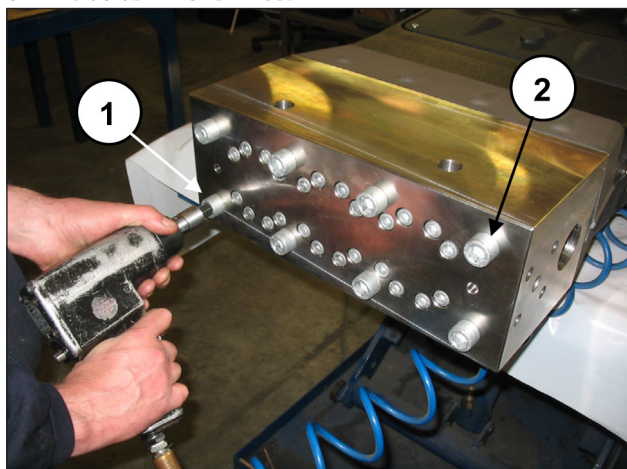
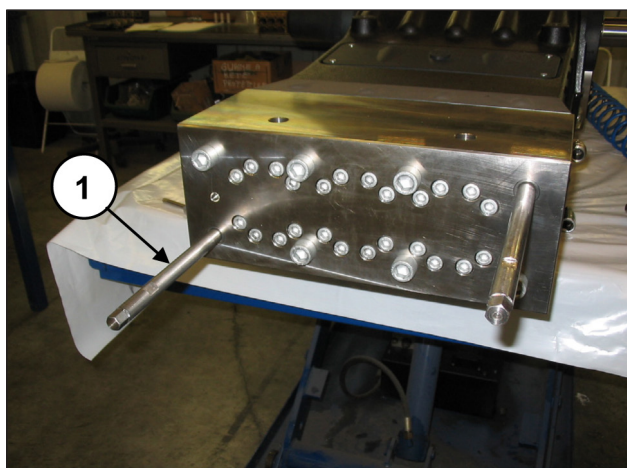

Рис. 107
Рис. 108
Открутите два диаметрально противоположных крепежных винта M16x280 торца (поз. ① и ②, Рис. 107), установив вместо них два служебных винтовых штифта (код. 27540200) (поз. ①, Рис. 108), а затем приступите к снятию оставшихся винтов.